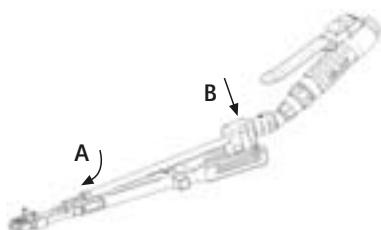

Abb. 5 Einschieben des Fräserhandstücks in die Fräserführung
- A: Fräserhandstück 6 mit eingespanntem Fräser in die vordere Führungsbohrung der Fräserführung 3 einfädeln, siehe Abb. 5.
- B: Die seitlich herausragenden Stifte des Aufsteckblocks 4 in die hinteren Führungsschlitzte der Fräserführung 3 einfädeln, siehe Abb. 5.